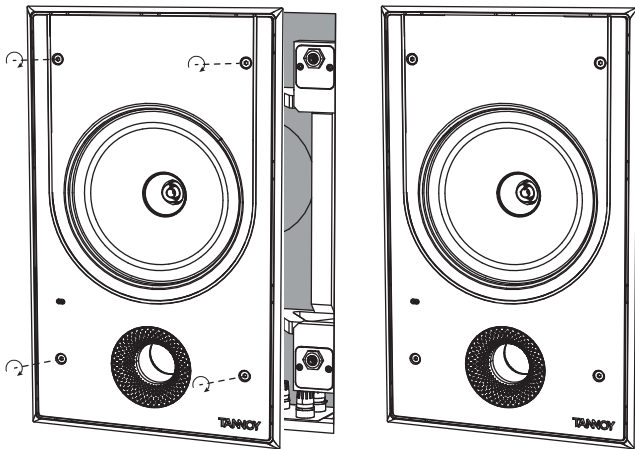

Fig. 2. Instalação na lata traseira
2. Instale o conjunto do alto-falante na parte posterior da lata, primeiro pressionando os quatro parafusos o máximo que puderem e, em seguida, apertando com a mão (Fig. 2). Certifique-se de não prender a fiação do alto-falante ou seus dedos durante a instalação.